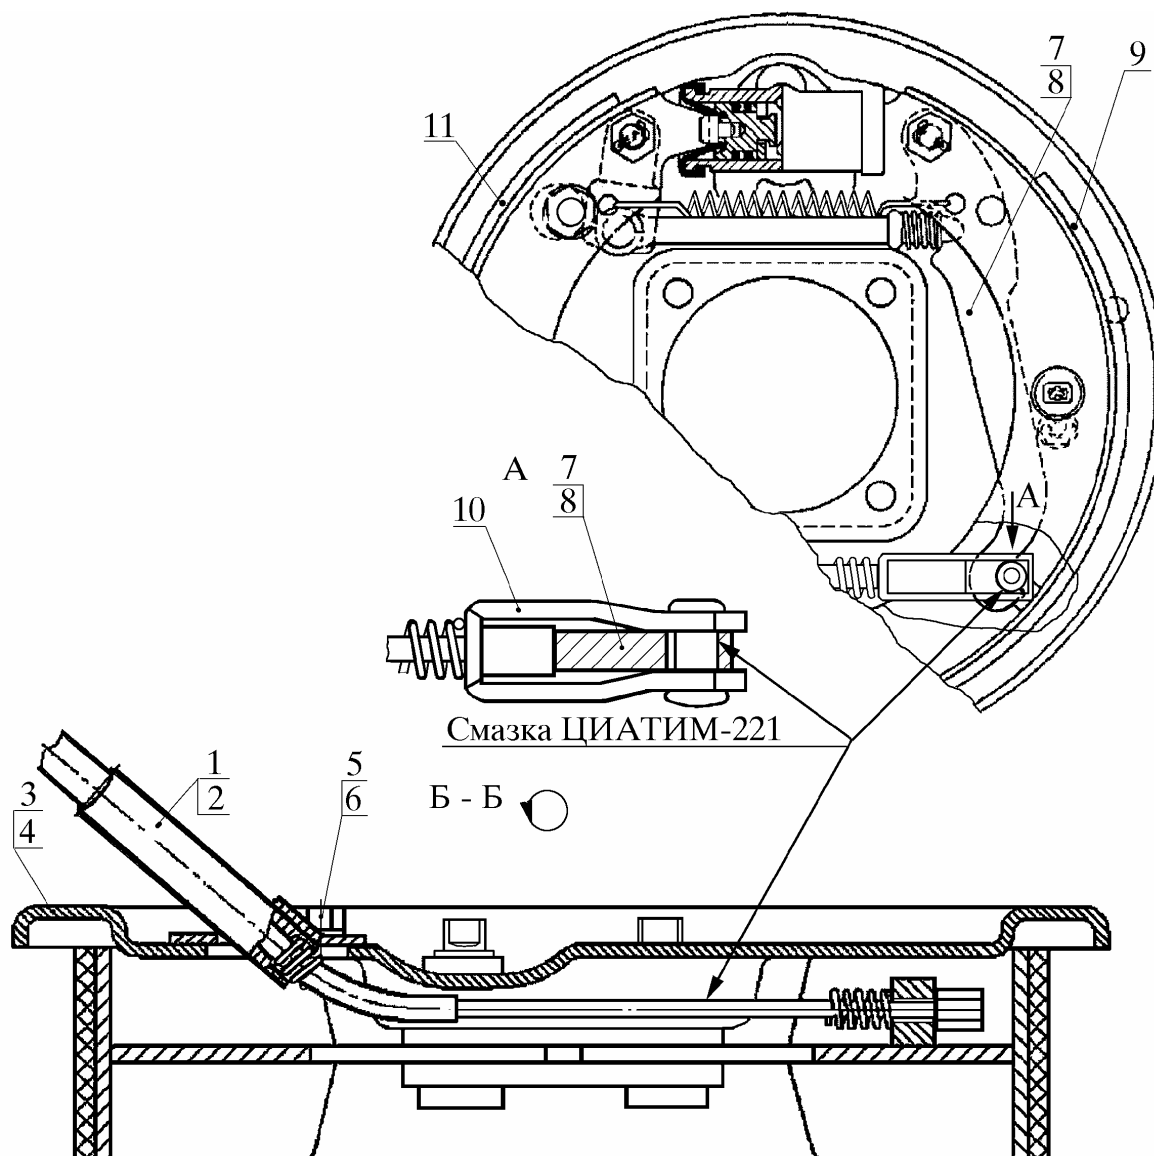

Рис. 30. Установка троса привода стояночного тормоза:
6.16.1.9. Ввести вилку 10 (рис. 30) приводного рычага троса через отверстие левого щитка 4 в тормозной механизм и надеть вилку 10 на нижний конец левого приводного рычага 8, как показано на рис. 30, предварительно смазав трущиеся поверхности вилки, рычага и троса смазкой. Присоединить фланец троса к щитку 4 двумя болтами 5 с шайбами 6